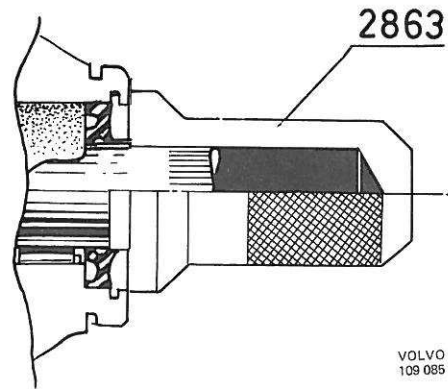

Figure 93. Montage de la bague d'étanchéité
4. Remplir de graisse l'espace entre les lèvres de la nouvelle bague d'étanchéité. Emmancher la bague d'étanchéité sur le mandrin 2863 en se servant d'un guide détaché. Enlever le guide et monter la bague d'étanchéité dans le boîtier de direction, figure 93.